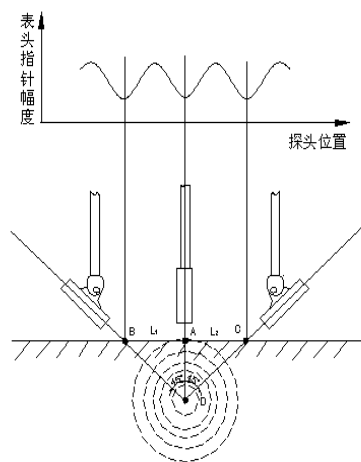

图 4
方法如下：首先用空值法找出路灯电缆路由，此点定为 **A** 点；然后再将探头与探杆旋转成 45 度角，探头下端贴地面并垂直对准路灯电缆的走向，左（右）水平移动。当接收到的信号第一次出现空值，即表针接近零时，记下该点为 **B(C)**，其地面上 **AB (AC)** 点的直线距离就是路灯电缆的埋深 **AD**。一般误差在 $\pm 5\text{CM}$ 左右。（见图 4）此方法也叫三角法：